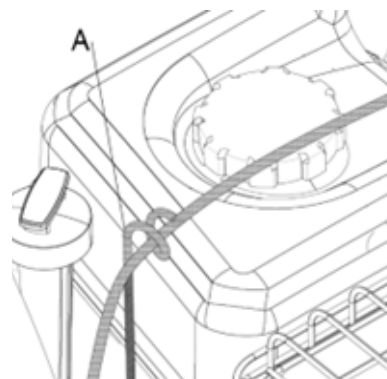

Рис. 10
- Наденьте кабель на направляющую ((A, Рис. 10) для закрепления.